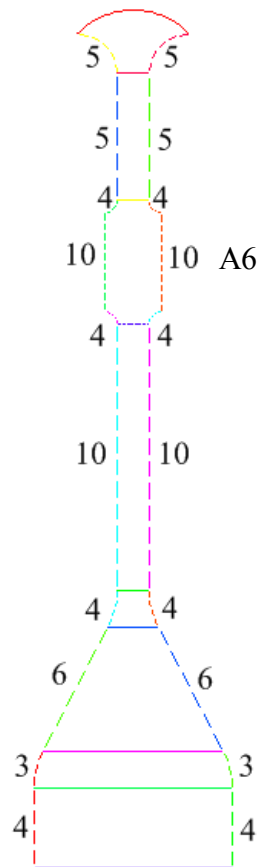

Рис. 7.19. Полотно диска
8) Задайте количество элементов по ребрам полотна диска как показано на рис. 7.19.